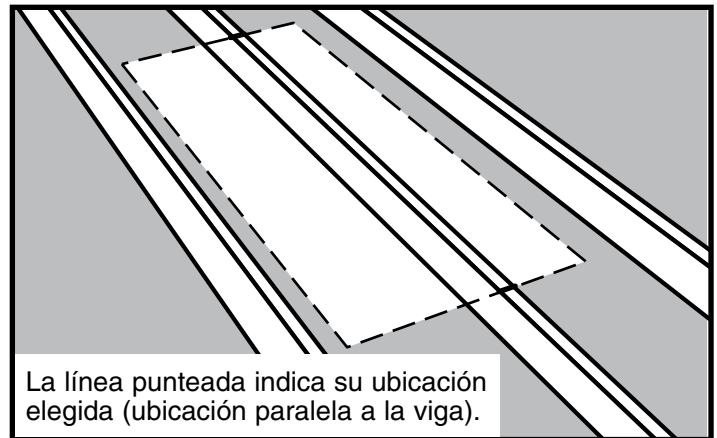

Figura 7
(A) Si la ubicación elegida es paralela a las vigas, marque la longitud de la abertura preliminar en la parte superior de las vigas (Vea la Figura 7).